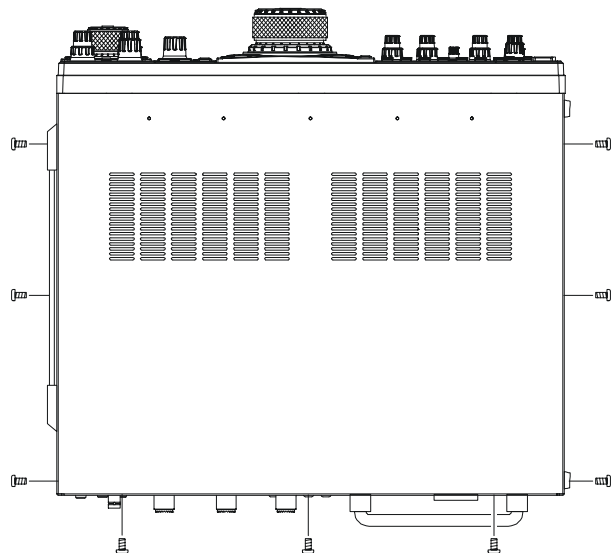

FIGURE 1
3. En se référant à la figure 1, enlever les trois vis de chaque côté du transceiver, et trois vis du bord supérieur du panneau arrière. Glisser le couvercle supérieur vers l'arrière environ de 1 cm puis enlever ce couvercle.